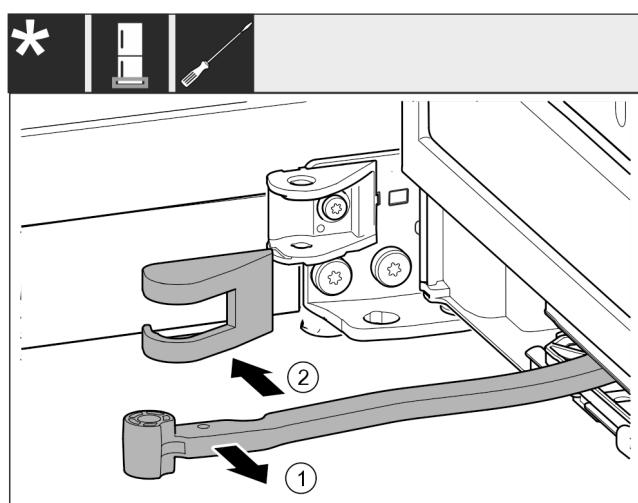

Fig. 16
- Rotiți articulația în direcția ușii. Fig. 16 (1)
- Îndepărtați apărătoarea suporturilor de lagăr. Fig. 16 (2)